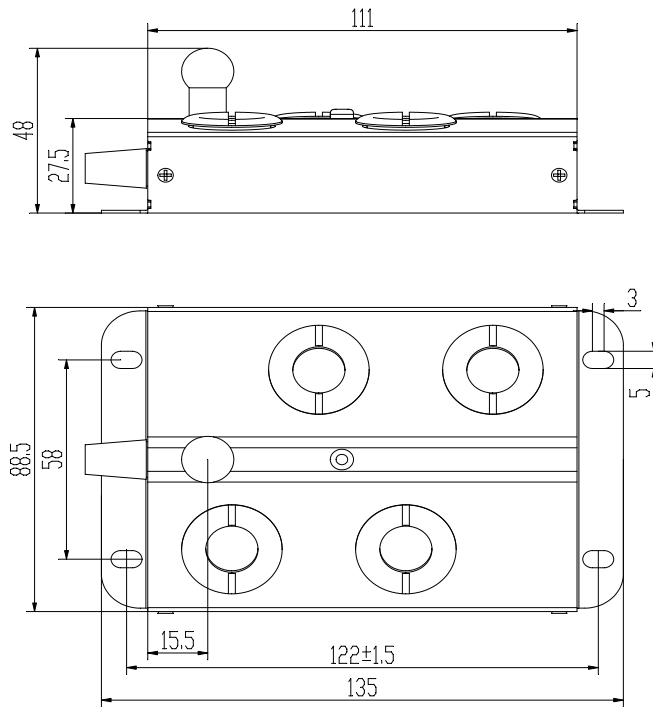

图 1 正面外观图
6. 雾化器经过长时间运行后(约8000小时)，雾化量会逐渐减小，此时请参照（图1）更换新的雾化片。